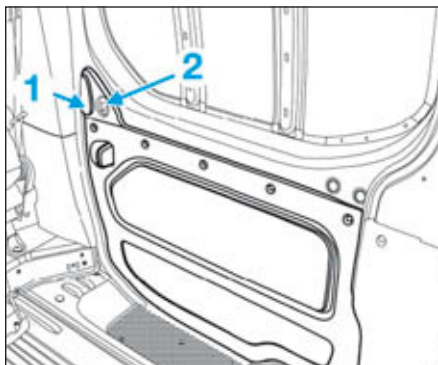

FIG.38
- Déposer (Fig.38) :
- l'obturateur (1) de la commande d'ouverture intérieure
- le bouton (2) de condamnation centralisée à l'aide d'une pince à dégrafer.
- le bouton de condamnation centralisée (2) (Fig.38).